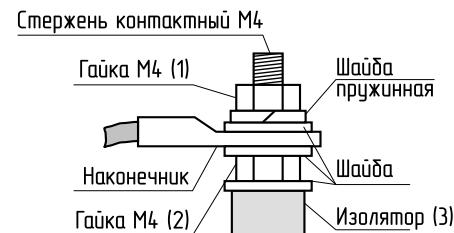

Рис.5 Присоединение проводов к выводам блок ТЭН
6.4. При замене блок ТЭН присоединение фазных проводов к выводам блок ТЭН производить согласно Рис.5. Сечение кабеля указано в таблице 1.
**Внимание!** При закручивании гайки M4 (1) во избежание короткого замыкания, при повреждении изоляции (3) и последующего выхода из строя блока ТЭН необходимо зафиксировать (рожковым) гаечным ключом гайку M4 (2). Затяжку гайки M4 (1) производить с усилием 1,8 Нм.